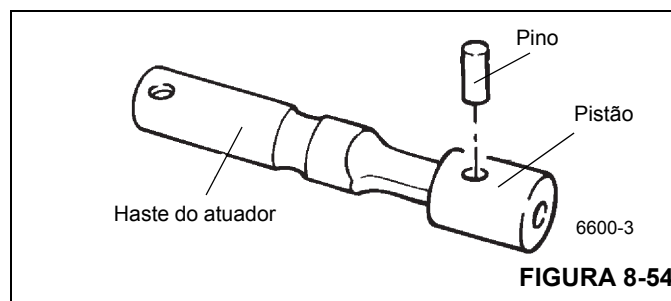

FIGURA 8-54
6. Se necessário, remova o pino da haste e do pistão (Figura 8-54).